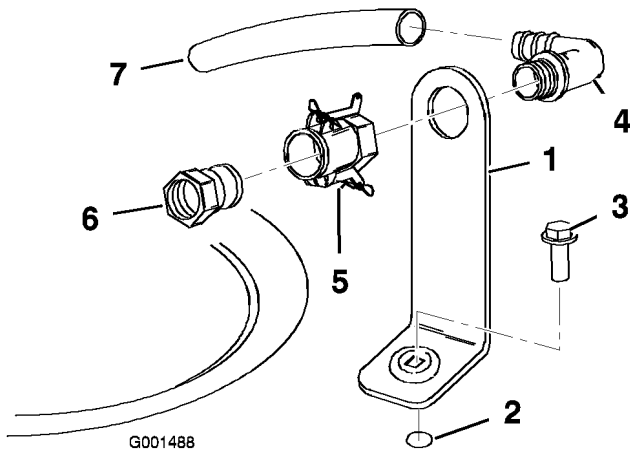

Bild 3
1. Setzen Sie die Füllanschlusshalterung auf das Gewindeloch im Behälter und befestigen Sie sie mit einem Bundbolzen (5/16 x 3/4 Zoll) (Bild 3).
2. Stecken Sie das Gewinde des 90-Grad-Anschlussstückes durch die Halterung und schrauben Sie die Schnellkupplung auf. Befestigen Sie sie an der Halterung (Bild 3).
3. Montieren Sie den Schlauchadapter auf die Schnellkupplung (Bild 3).
4. Drehen Sie die Hebel zum Adapter, um ihn zu arretieren. Befestigen Sie ihn dann mit den Lastösenbolzen (Bild 3).
5. Setzen Sie den Rücklaufschlauch auf Ende mit dem Widerhaken der 90-Grad-Halterung (Bild 3).